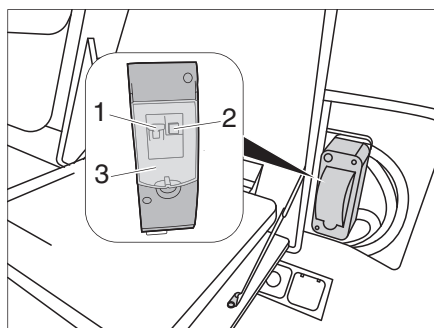

Figura 40 Fusible automático de 230 V
El sistema de alimentación de 230 voltios (conexión externa) está equipado con un fusible automático (Figura 40). Este se utiliza principalmente para protección de las líneas. La caja de fusibles se encuentra en la parte trasera derecha del compartimento de la cocina, detrás de una tapa. El fusible automático responde en caso de cortocircuito y sobrecarga en la red de líneas.
- Abrir la tapa de cubierta (Figura 40,3).
La conexión de 230 V debe estar asegurada con un fusible automático de dos polos (Figura 40,1).
- ▷ El interruptor FI (Figura 40,2) para 230 V debe dispararse una vez al año para evitar el «bloqueo» del mecanismo y que se prolongue el tiempo de disparo.